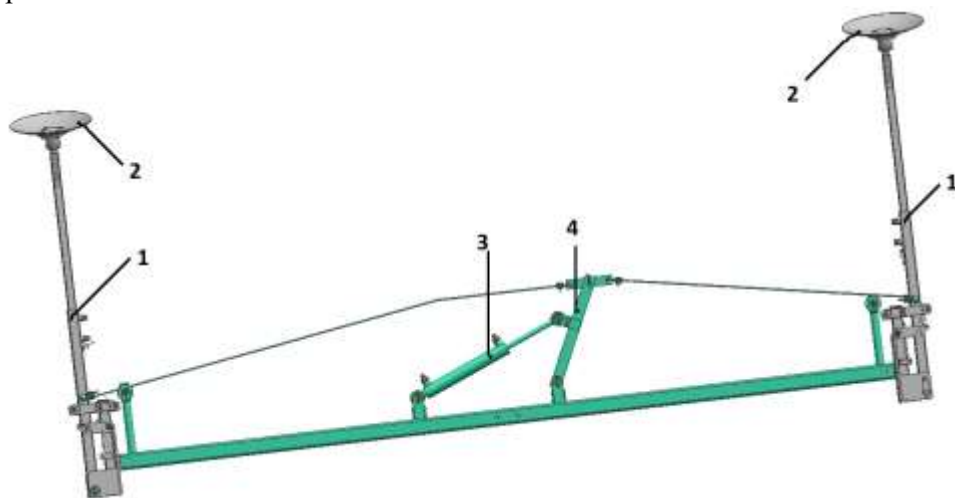

Рисунок 5 – Маркеры гидрофицированные
3.5 Маркеры гидрофицированные (рисунок 5) состоят из телескопических штанг 1, дисков со ступицами 2, гидроцилиндра 3, кронштейна для крепления тросиков 4.